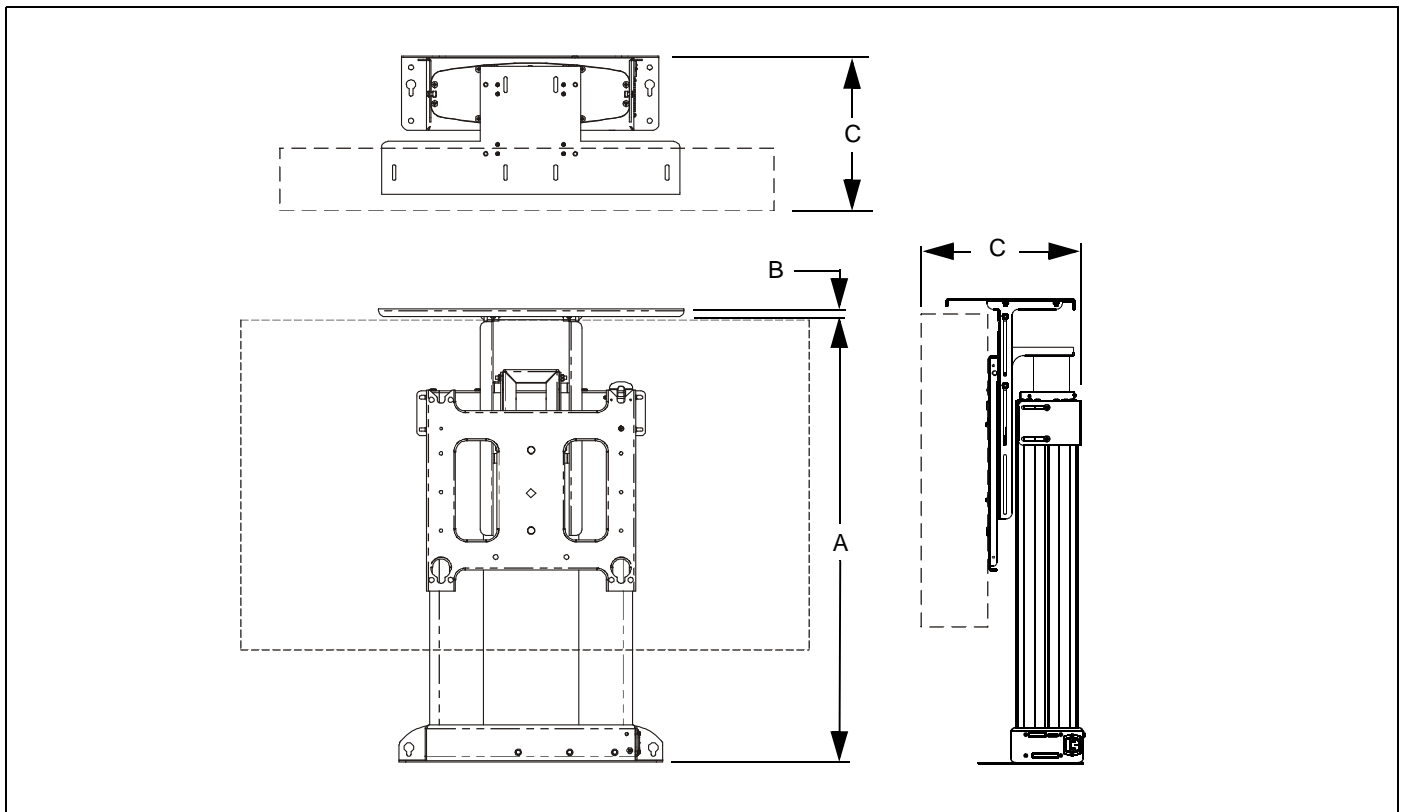

Figura 16
1. Mida y anote la distancia "A" indicada en la figura de abajo. (Consulte la Figura 16)
2. Mida y anote la distancia "B" indicada en la figura de abajo. Esta medida es el espesor del material de la cubierta que instalará en el CM2. (Consulte la Figura 16)
4. Mida y anote la distancia "C" indicada en la figura de abajo. Esta distancia se toma desde la parte posterior del soporte de sujeción vertical del CM2 hasta el punto más distante del televisor. (Consulte la Figura 16)